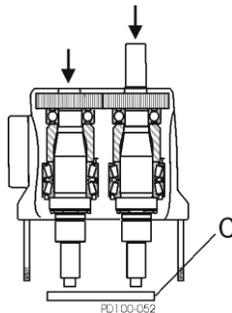

Figure 44 - Retrait des arbres du carter d'engrenage par pression
- Placez le carter d'engrenage sur une presse à arbre, l'extrémité liquide étant orientée vers le bas. Protégez les extrémités des arbres à l'aide d'un blocage en bois ou en plastique (figure 44, élément C) et retirez les arbres du carter d'engrenage en les pressant.